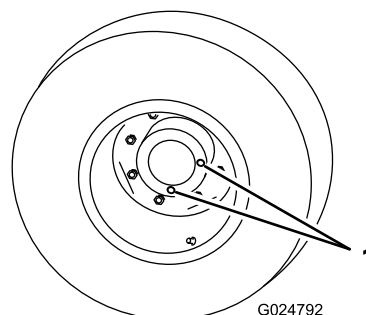

Bild 73
1. Wenn sich die Maschine auf einer ebenen Fläche befindet, das positionieren Sie das Rad so, dass sich die Prüf-/Ablassschrauben (Bild 73) in der untersten Stellung (6 Uhr) befindet.